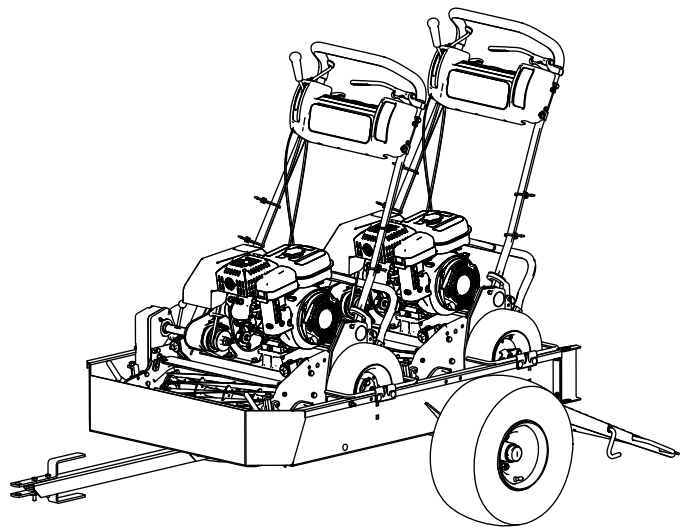

图6
**注意** 使用第一组车轮杆作为第 2 个机器的止动装置图6。